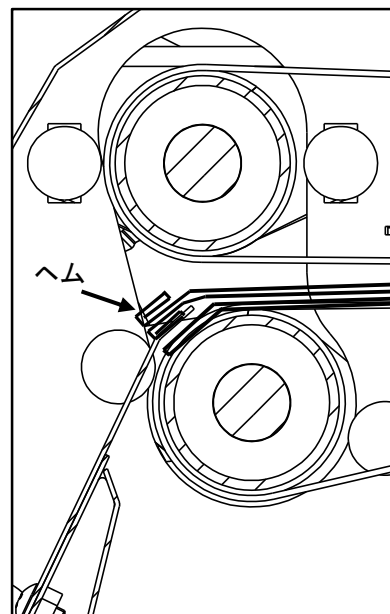

図 8-8
- ① 乾燥したタオルは当日に処理してください。(しわ対策)
- ② タオルが温かいうちに処理してください。(しわ対策)
- ③ 乾燥機にタオルを入れすぎない。(しわ対策)
- ④ ソフターの量を増やす。(しわ、歪み対策)
- ⑤ 乾燥温度を低くしてください。(しわ、歪み対策)
- ・ ヘムが重なり「折り板」と「駆動ローラ」の間で詰る場合（図 8-8）